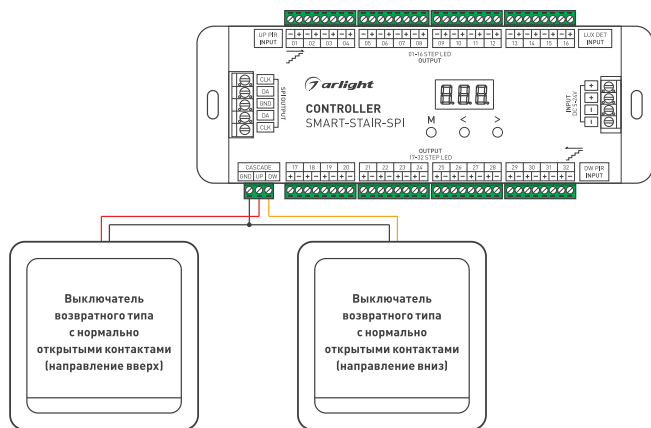

Рисунок 5. Схема подключения выключателей возвратного типа (кнопки) к контроллеру
- 3.7. Подключение внешнего выключателя возвратного типа с нормально открытыми контактами к контроллеру — рис. 5.